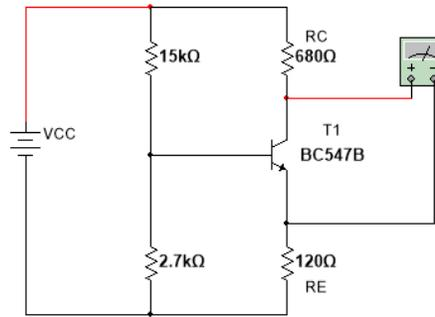

Figura 4.10. Circuito del experimento B.
- 2.1 Alambre el circuito de la figura 4.10. Use el canal 1 de la fuente para polarizar a V_{CC} a 10 V.